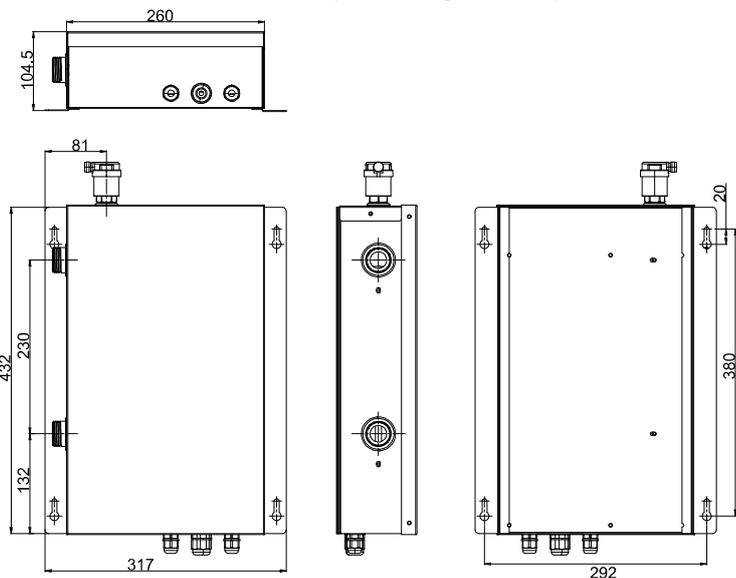
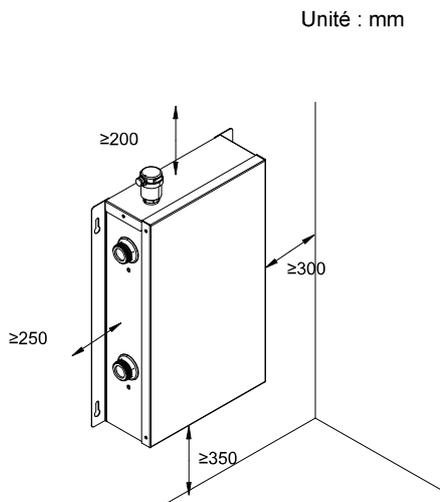

Figure 1 Dimensions
Figure 2 Espace de maintenance
- L'espace autour du chauffe-eau est suffisant pour la maintenance. (Voir la figure 2 à la section « 5.2 Dimensions et espace de maintenance ».)
Les dimensions du chauffe-eau sont indiquées à la figure 1. L'espace de maintenance nécessaire est indiqué à la figure 2.
- Marquez les repères de fixation sur le mur (2 en haut et 2 en bas). Assurez-vous que les repères de fixation (2 et 2) sont parfaitement à niveau et que les dimensions des repères correspondent aux dimensions indiquées à la figure 1. Si le chauffe-eau n'est pas installé parfaitement à niveau, cela peut entraîner la formation de poches d'air dans le circuit d'eau susceptibles d'entraîner un dysfonctionnement du chauffe-eau.